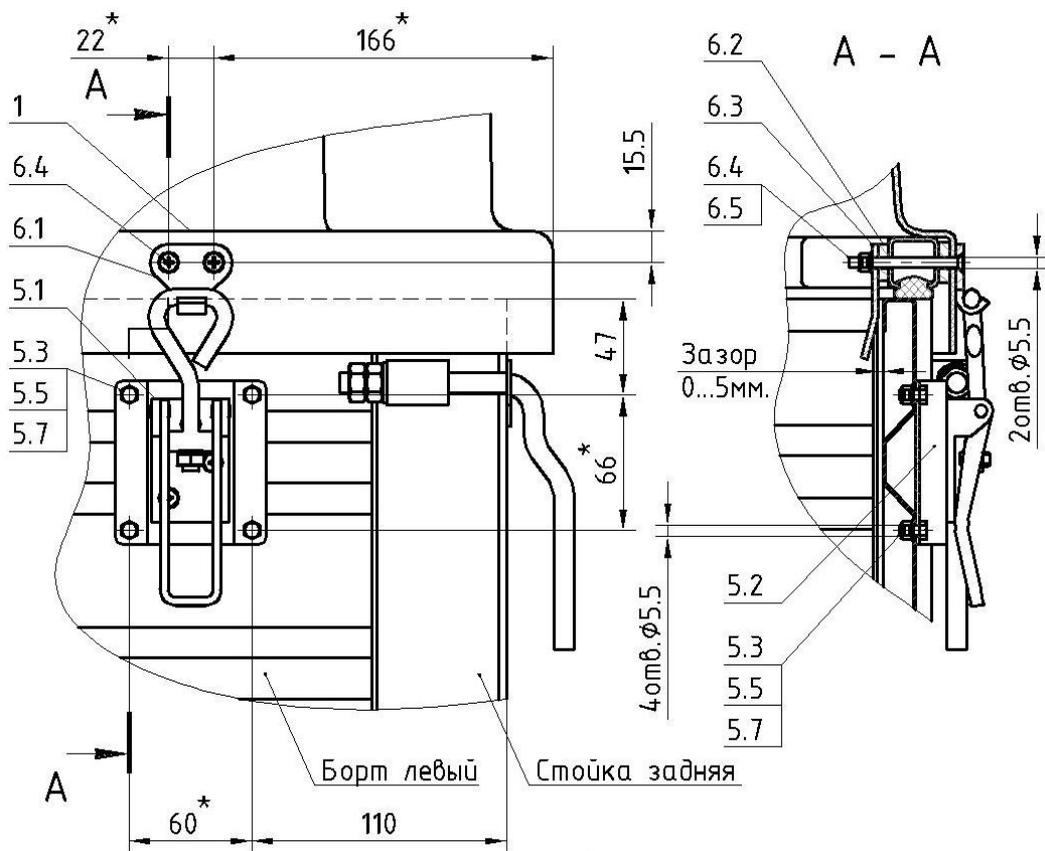

Рисунок 3.
16. В подготовленные отверстия, в задней части крышки установить в соответствующем порядке (рис. 3, сечение А-А) винты 6.4, крючок 6.1, проставочную пластину 6.2 и ловушку 6.3.
20. Просверлить отверстия $\varnothing 5.5$ мм под замки 5, используя подставку замка 5.2 как шаблон (рис. 3).